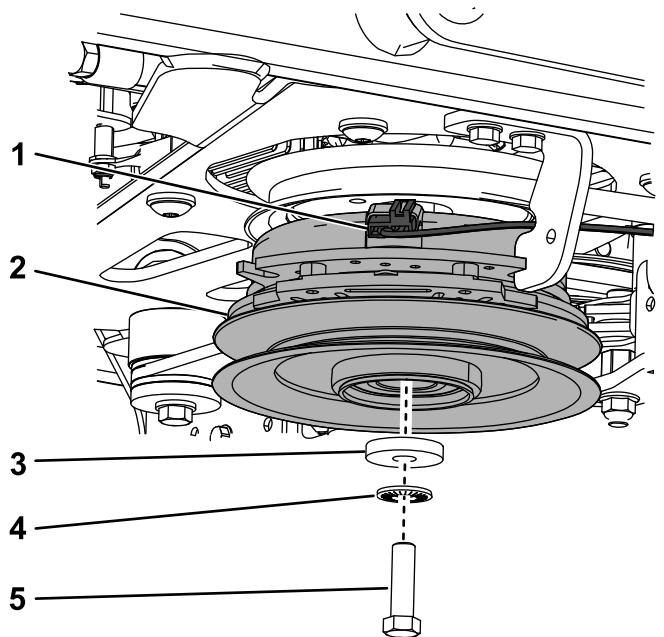

Figura 95
- A. Desenchufe el arnés de cables del embrague (Figura 95).
- B. Retire el perno, la arandela, la arandela de muelle y el embrague (Figura 95).